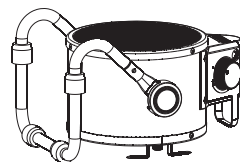

Figura 5
3. Certifique-se de que a montagem dos pés está correta, como na figura 5.